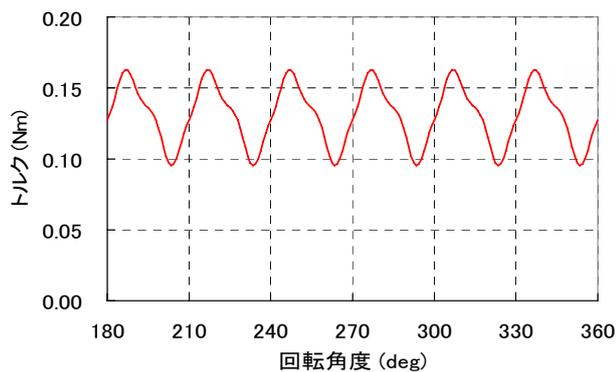

図5 トルク波形
トルク波形を図5、出力特性値を表1に示します。図5より、平均トルク0.13 (Nm)が得られます。得られたトルクと回転速度よりモータの機械的出力を算出すると、24.66 (W)になります。